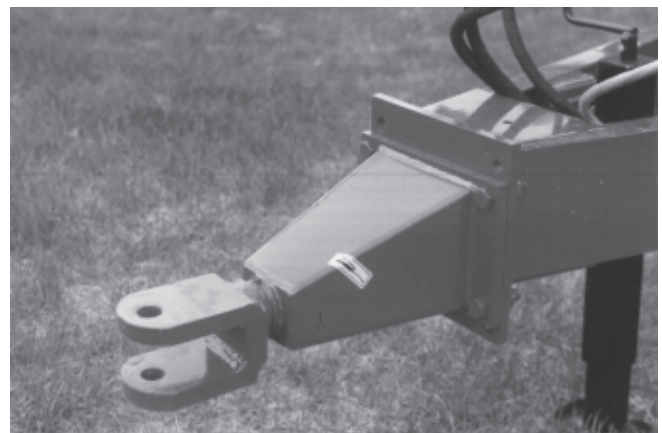

Figure 15
- 1) Ajuster l'attache à bride à virole afin de maintenir la machine parallèle au sol. Il y a deux groupes de trous pour les boulons permettant d'ajuster l'attache pour maintenir la machine parallèle au sol lors de l'opération (Figure 15).